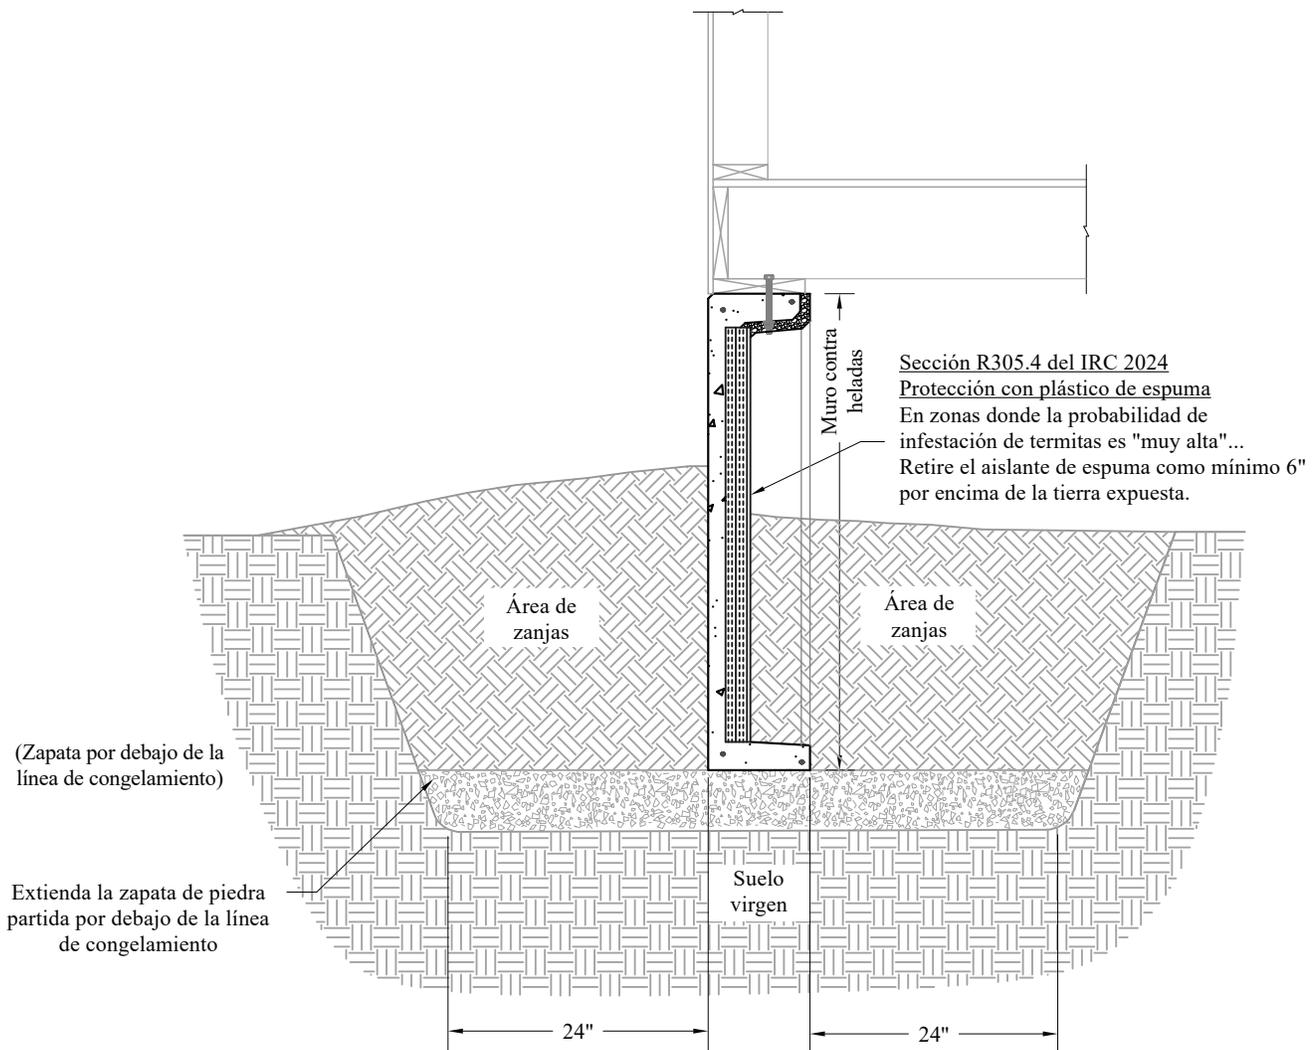

Figura 6
- Los muros colocados en zanjas, como se muestra en la Figura 6, no requieren la instalación de una tubería de drenaje perforada.